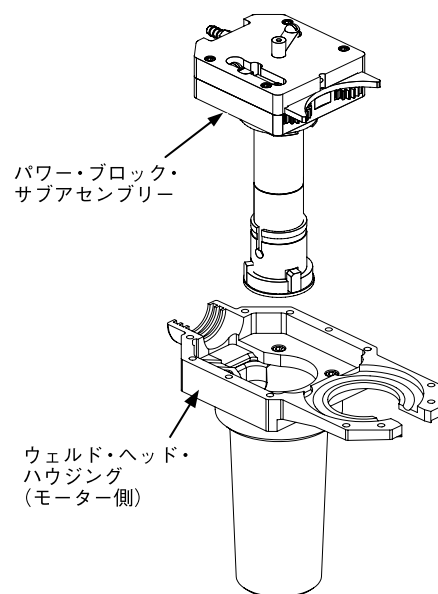

図 30：パワー・ブロック・サブアセンブリーを
8. パワー・ブロック・サブアセンブリーを持ち上げて、モーター側ウェルド・ヘッド・ハウジングから取り外します。図 30 をご参照ください。